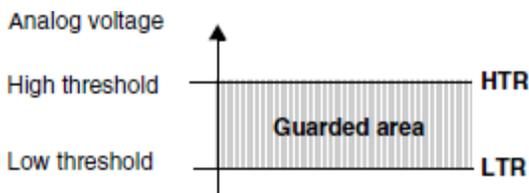

Рис. 1.64 – Границы оконного компаратора
- Наличие **оконного компаратора (AWD)**, входящего в состав АЦП, позволяет **аппаратно** (без привлечения ресурсов процессора) реализовать процедуру сравнения  $N_{min} \leq N_i \leq N_{max}$ . (рисунок 1.64).